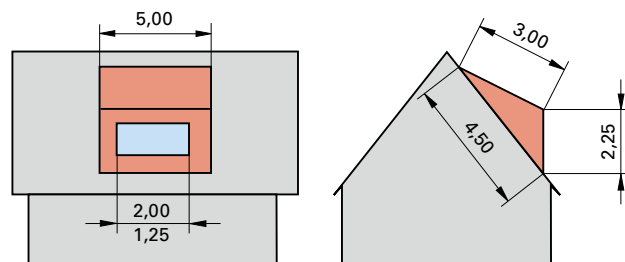

Bild 2: Dachgaube
4.8 Eine Dachgaube ist mit Kupferblech zu verkleiden (**Bild 2**). Wie viele m² Blech benötigt man für